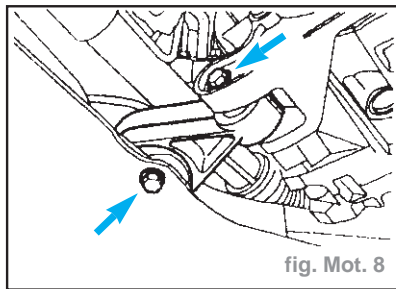

fig. Mot. 8
- Déposer le support moteur anti-couple (fig. Mot. 8). (Il est sous pression).